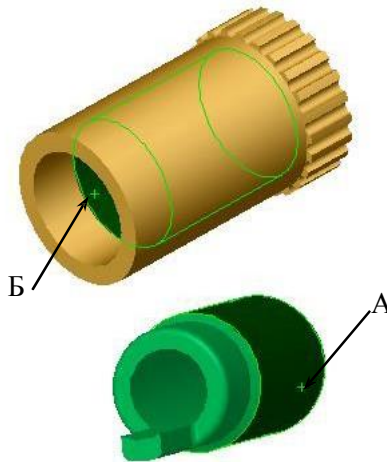

Рис. 7.2. Выбор плоскости
8. Указать поверхности **А** и **Б** (рис. 7.2) и задать для них условие сопряжения – концентричность.